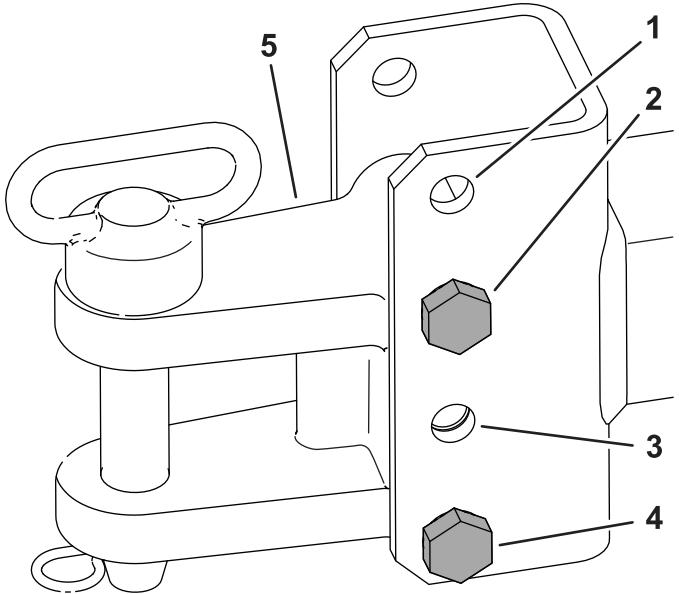

Figure 7
2. Montez ou descendez le crochet d'attelage du cadre de transport selon la hauteur de l'attelage de la machine. Utilisez les trous de montage appropriés, comme montré dans le tableau ci-après et à la Figure 7.